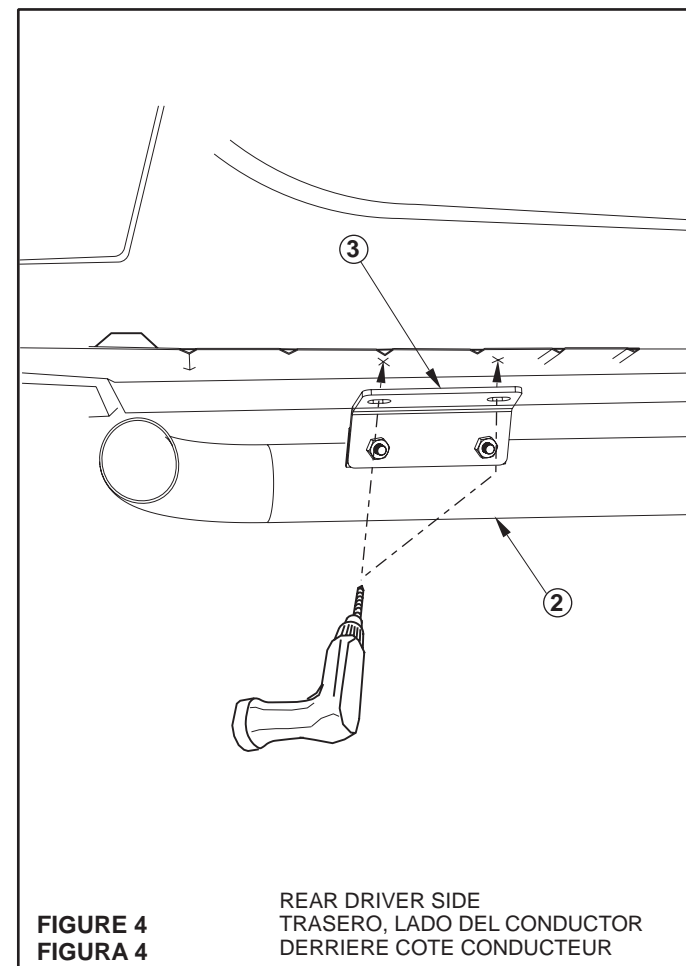

FIGURE 4 FIGURA 4
- STEP 6. Align sport tube mark center of slots, center punch and drill (See Figure 4,5).
- ETAPE 6. Alignez le tube sport. À l'aide du pointeau, marquez le centre des fentes et percez (voir figures 4 et 5).